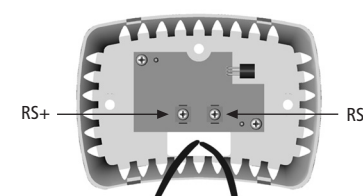

Figura 2
3. Tire de los alambres etiquetados a través de la abertura en el alojamiento posterior del sensor. (Figura 2) Asegure el sensor a la pared con los 2 tornillos suministrados, y nivele para obtener una mejor apariencia usando las esquinas inferiores.